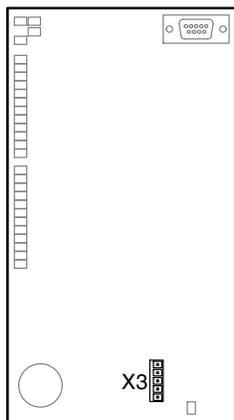

Fig. 3-27
8. Ligue a ficha do conjunto de luzes avisadoras em X3 do módulo I/O #1 (consulte a fig. 3-27).
9. Fixe o cabo com braçadeira para cabos a um dos dentes de chapa (5) situados sob a cantoneira de suporte *passagem de cabos*.